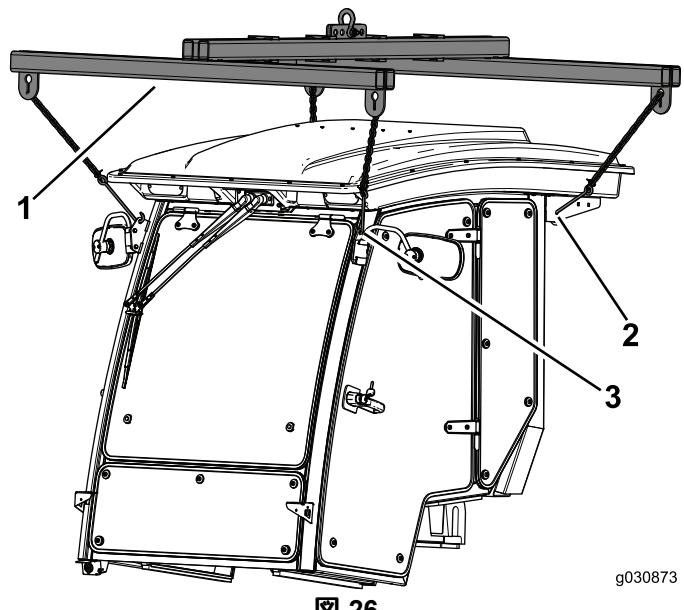

図 26
- 吊り上げポイント4ヶ所を使って、キャブを機体の上につるす図 26。